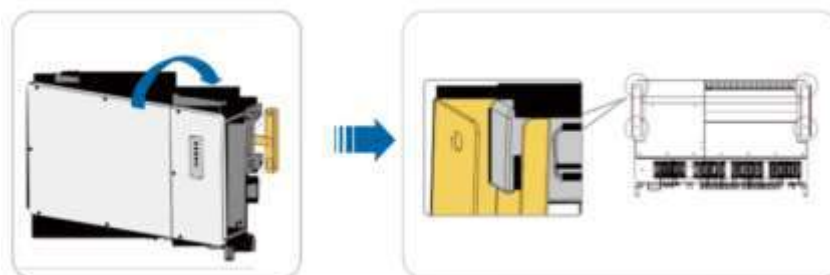

Fig. 4-13 Cuelgado el inversor
6) Cuelgue el inversor en el soporte de montaje y asegúrese de que las orejas de montaje se enganchen perfectamente con el soporte de montaje (Fig. 4-13).
7) Cuelgue el inversor en el soporte de montaje y asegúrese de que las orejas de montaje se enganchen perfectamente con el soporte de montaje (Fig. 4-13).